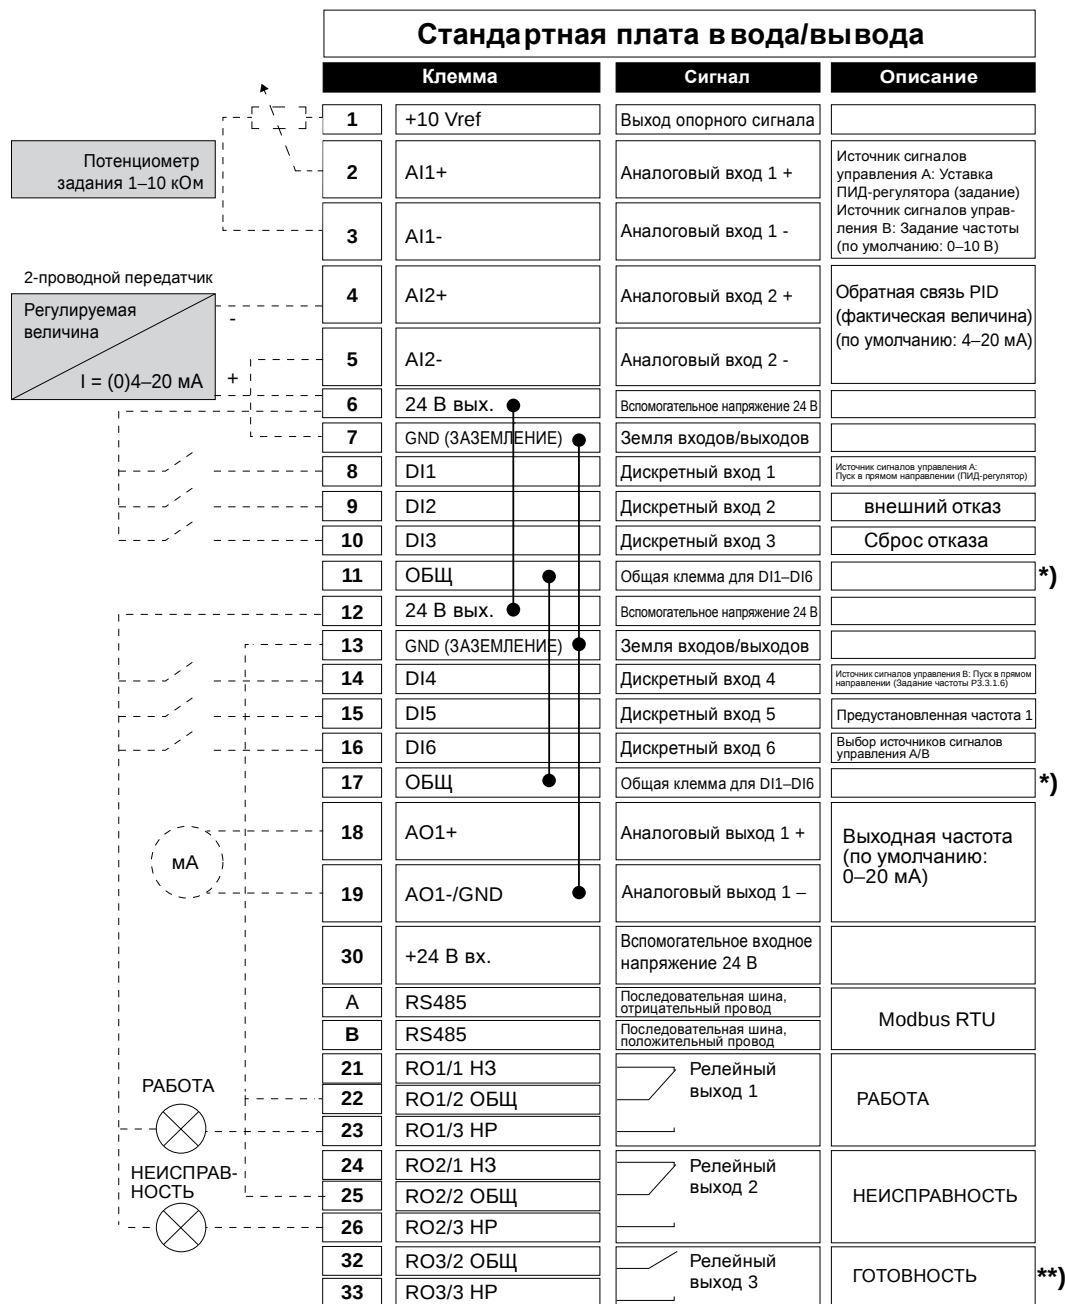

Рис. 7.
**) На рис. 7. показан стандартный привод. При заказе с дополнительным кодом +SBF4 релейный выход 3 замещается термисторным входом. См. *Руководство по монтажу*.